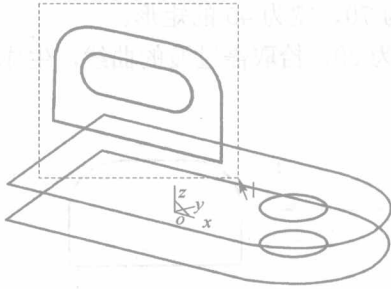
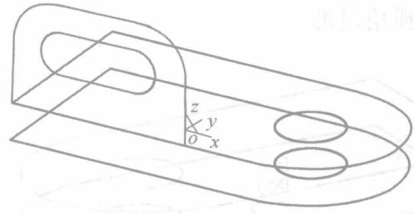

图 2-9 框选平移对象
图 2-10 平移结果
(12) 单击“平移”按钮，在立即菜单中选择“两点”、“移动”、“非正交”，在绘图区中作如图 2-9 所示框选图线，点击鼠标右键，确认拾取，拾取图形左侧角点为基点，拾取板顶面角点为目标点，将图线移动到正确位置，如图 2-10 所示。